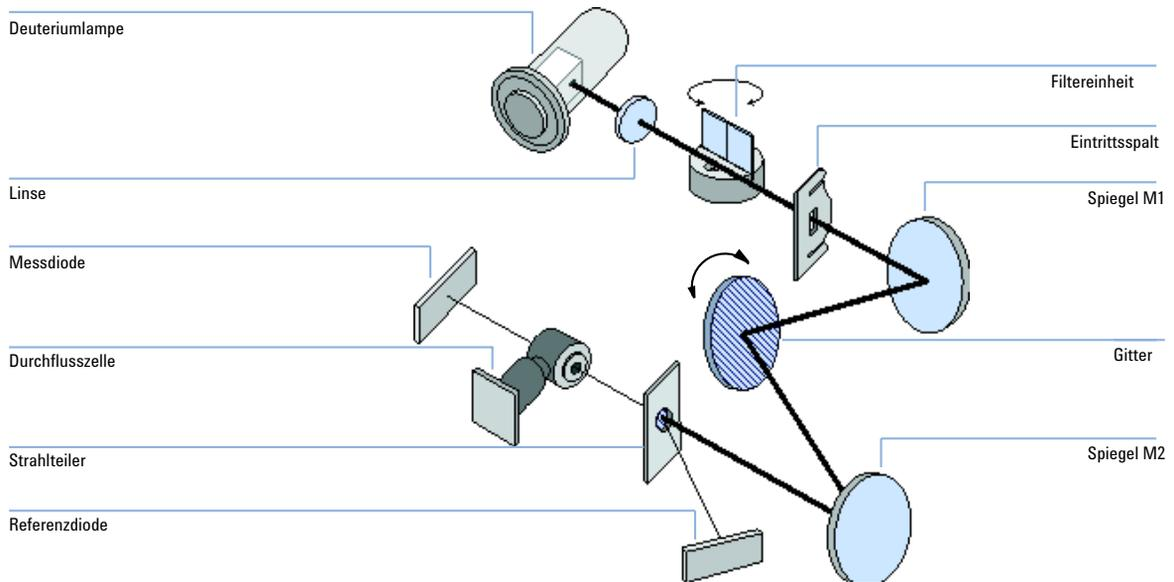

Abbildung 1 Optisches System des variablen Wellenlängendetektors
Das optische System des Detektors ist in Abbildung 1 auf Seite 10 dargestellt. Als Lichtquelle dient eine Deuteriumbogenentladungslampe für den ultravioletten (UV) Wellenlängenbereich von 190 bis 600 nm. Der Lichtstrahl der Deuteriumlampe passiert eine Linse, eine Filtereinheit (mit drei möglichen Stellpositionen), den Eintrittsspalt, einen sphärischen Spiegel (M1), ein Gitter, einen zweiten sphärischen Spiegel (M2), einen Strahlteiler, eine Durchflusszelle und fällt dann auf die Messdiode. Das UV-Licht wird beim Passieren der Durchflusszelle in Abhängigkeit von der Lösung in der Zelle teilweise absorbiert, und die Intensität wird durch die Messphotodiode in ein elektrisches Signal umgewandelt. Ein Teil des Lichts wird durch den Strahlteiler auf die Referenzdiode gelenkt, um ein Vergleichssignal zur Kompensation von Intensitätsschwankungen der Lichtquelle zu erhalten. Ein Spalt vor der Referenzphotodiode schneidet das Licht der Messbandbreite heraus. Die Einstellung der Wellenlängen erfolgt durch Drehen des Gitters, das über einen Schrittmotor direkt angetrieben wird. Diese Konfiguration ermöglicht eine schnelle Änderung der Wellenlängeneinstellung. Der Sperrfilter wird über 370 nm in den Lichtweg geschwenkt, um Lichtanteile, die durch Reflexionen höherer Ordnung verursacht werden, zu verringern.